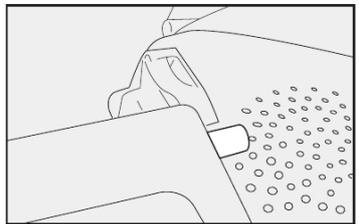

fig. 65
2) Retire o pino guia do bagagito da sua sede fig. 65 e remova-o.